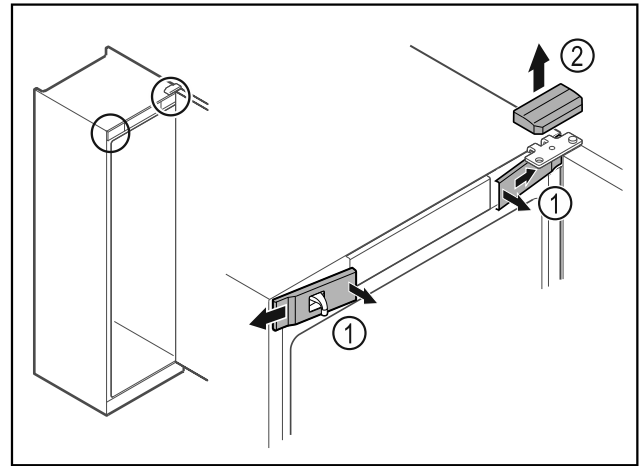

Fig. 15
- Vordere Abdeckungen Fig. 15 (1) innen ausrasten und zur Seite abnehmen.
► Obere Abdeckung Fig. 15 (2) nach oben abnehmen.